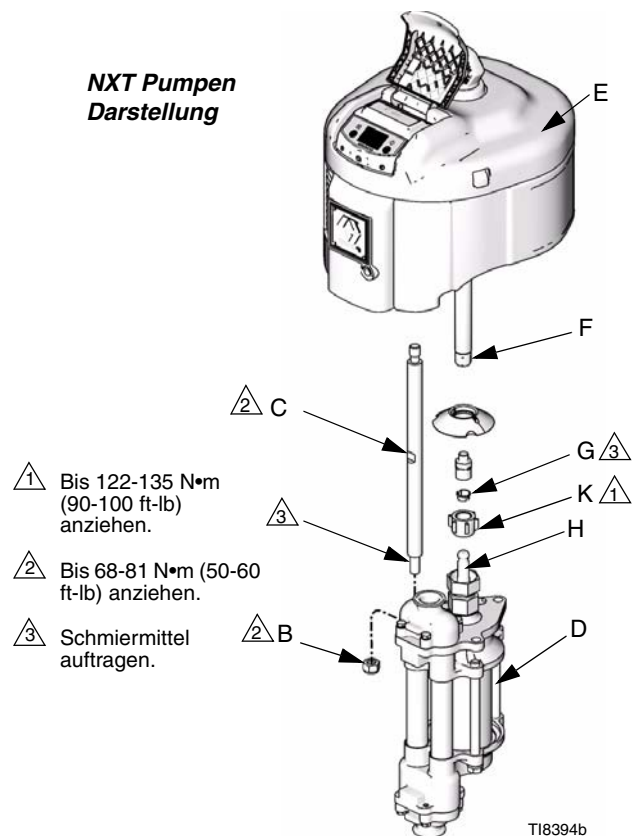
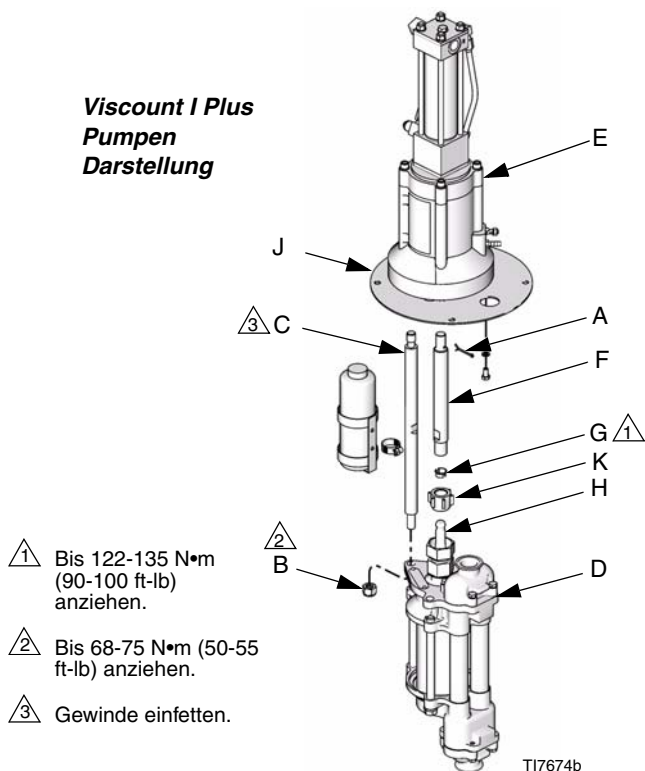

ABB. 5
ABB. 6
3. Lockern Sie die Kupplungsmutter (K) und entfernen Sie die Muffen (G) Entfernen Sie die Kupplungsmutter von der Kolbenstange (H) Kolbenstange (H). Die Sicherungsmuttern (B) von den Verbindungsstangen (C) abschrauben. Ziehen Sie die Unterpumpe (D) vom Motor (E) ab. Siehe ABB. 5 und ABB. 6.
1. Viscount I Plus Lockern Sie die Schrauben, die die Adapterplatte halten (J) vom Motor (E) an der Pumpe, jedoch die Schrauben nicht entfernen. Siehe ABB. 6. Für Viscount II Pumpen, Anzugsschraube (N) bis 68 -75 N•m (50-55 ft-lb) in den Motor (E) hineinschrauben.
2. Schrauben Sie die Zugstangen (C) in die Adapterplatte (J) und ziehen Sie mit 68-75 N•m (50-55 ft-lb) an. Viscount I Plus Bei Viscount I Pumpen greifen die Verbindungsstangen in Gewindelöcher im Motorgehäuse ein. Viscount II Pumpen werden in die Adapterplatte (J) einrasten.
3. Den Hohlraum am Boden der Motorwelle mit Fett füllen. Die Kupplung (F) in die Motorwelle drehen, bis die Stiftlöcher ausgerichtet sind. Installieren Sie den Bolzen (A) im ersten Loch vom Ende der Kupplung. Bei Viscount